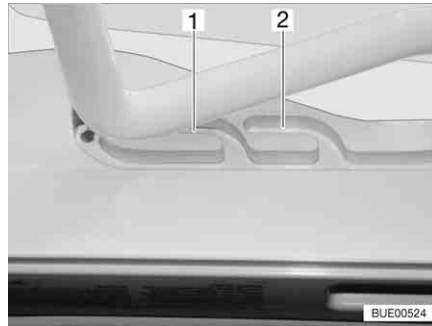
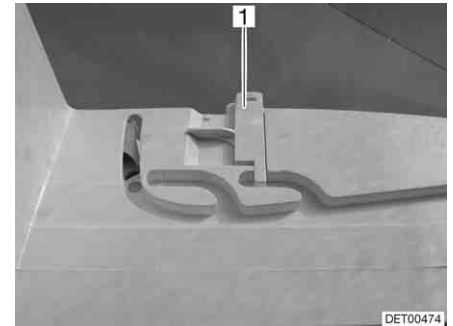

Fig. 69 Lanterneau Heki en position de ventilation
Fig. 70 Verrouillage position de ventilation
Il est possible d'amener le lanterneau Heki en deux positions de ventilation : Position pour mauvais temps (Fig. 69,1) et position intermédiaire (Fig. 69,2). Selon l'équipement, il est possible de verrouiller le lanterneau en position intermédiaire avec les deux verrous (Fig. 70,1) à gauche et à droite du cadre du lanterneau.
- Pousser légèrement l'étrier vers le haut, le pousser dans la glissière choisie (Fig. 69,1 ou 2) et le verrouiller si nécessaire.